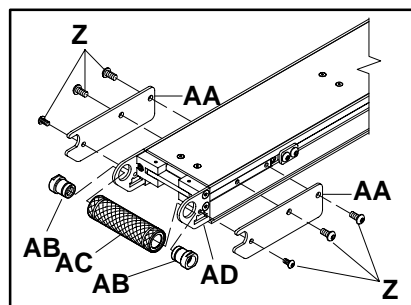

Abbildung 13
Entfernen Sie die Schrauben (Z in Abbildung 13) der hinteren Deckplatte und die hinteren Deckplatten (AA) auf beiden Seiten des Gurtförderers.
Montieren Sie die Antriebsrollen gemäß Abbildung 13 wie folgt:
Plazieren Sie die Antriebsrolle (AC in Abbildung 13) zwischen den Platten (AD) der hinteren Antriebsrolle.
Befestigen Sie die hinteren Deckplatten (AA in Abbildung 13) mit den entsprechenden Schrauben (Z) am Gurtförderer.